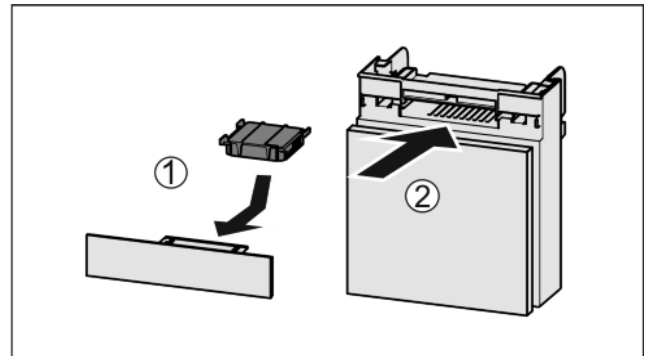

Fig. 50
- ▶ Inserte Fig. 50 (1) el filtro de carbón activado según se indica en la ilustración.
- ▶ Inserte Fig. 50 (2) el compartimiento.